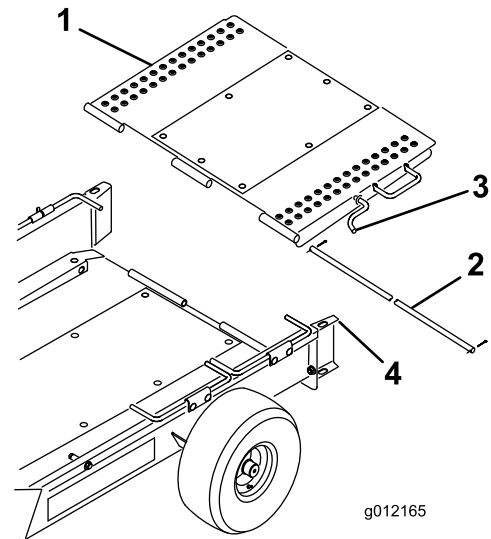

图4
4. 用铰链杆和 2 个开口销将拖车坡道安装到拖车底板的后面 图4。
5. 将拖车坡道向上转动并将坡道门锁挂入车轮导轨顶部的孔中 图4。
7. 将拖车坡道向上转动并将坡道闩锁挂入车轮导轨顶部的孔中图4。